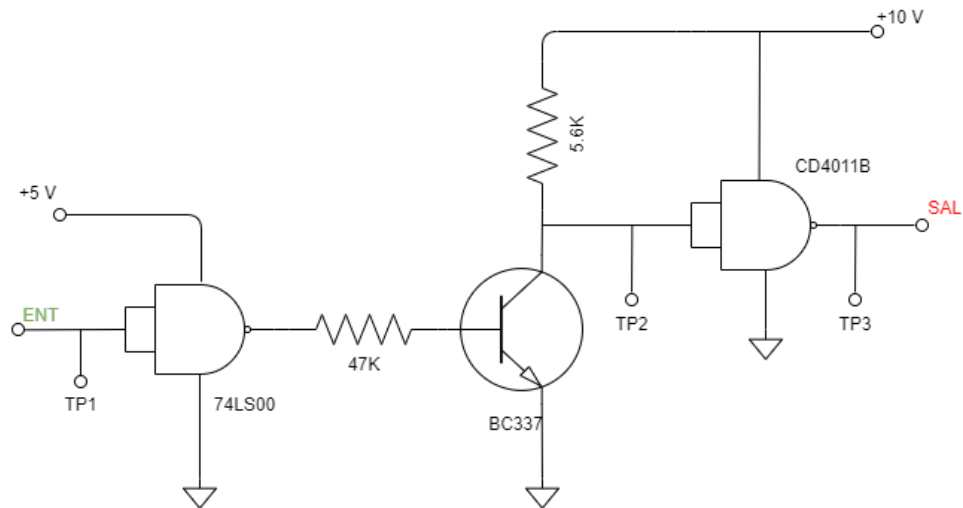

Figura 1-3. Circuito de medición 3
- 4.3 Arme el circuito mostrado en la Figura 1-3 en Multisim, excite la entrada con un 0 y 1 lógico (5V). Mida la tensión en los puntos indicados según la Tabla 1-3.